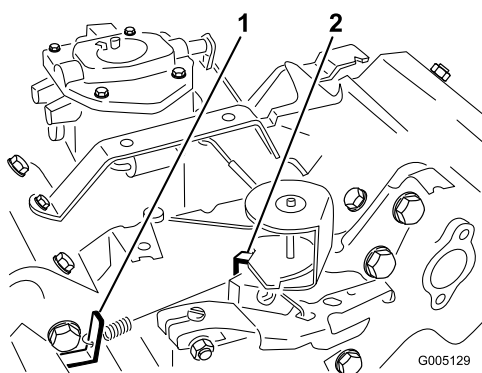

Figure 36
3. Courbez la languette d'ancrage du ressort de ralenti réglée (Figure 36) pour obtenir un régime de ralenti de 1625 ± 50 tr/min. Vérifiez le régime avec un compte-tours.
5. Réglez la manette d'accélérateur en position Haut régime. Pliez la languette d'ancrage du ressort de haut régime (Figure 36) pour obtenir un haut régime de 2850 ± 50 tr/min.